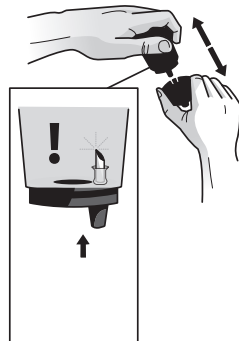

FIGURA 1
2. Limpieza del embudo – El embudo se puede retirar del receptáculo del K-Cup® pack halando hasta que se libere (figura 1). El embudo se puede lavar en el lavaplatos. Para volver a colocar, simplemente encaje de nuevo en el ensamblaje del receptáculo del K-Cup® pack.